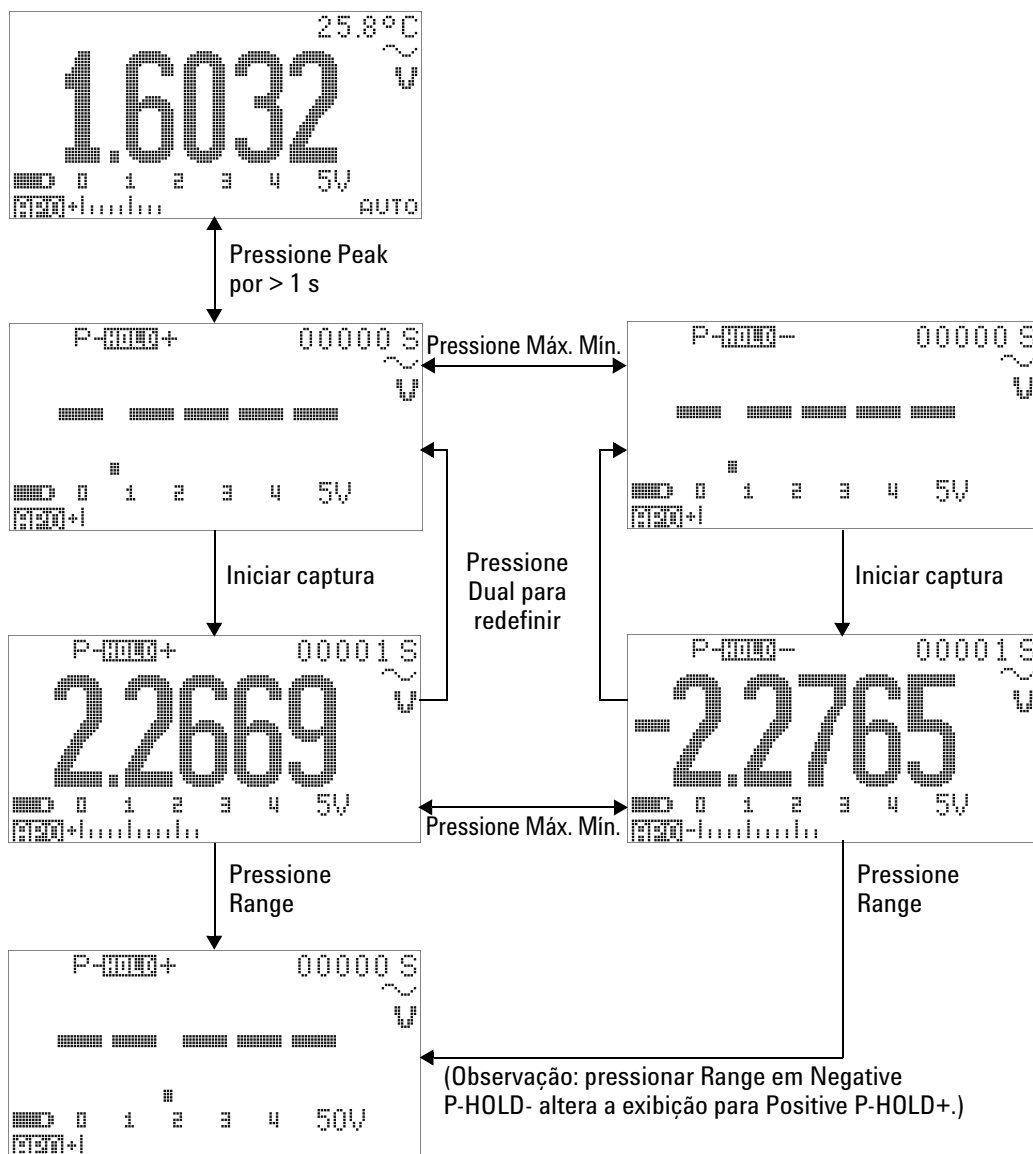

Figura 3-7 Operação do modo 1 ms Peak Hold
- 4 No exemplo de medição da Figura 3-7 na página 72, o fator de crista será de  $2,2669/1,6032 = 1,414$ .